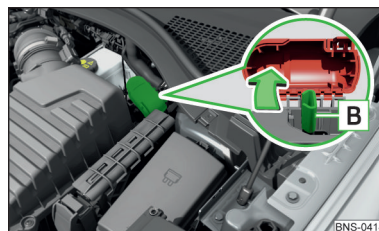

Fig. 347 Polo positivo en vehículos con la batería del vehículo en el maletero
El polo positivo **B** se encuentra debajo de una cubierta en el área del motor » fig. 347.
- Sujete la pinza del polo positivo del cable de ayuda de arranque en la posición **B** » fig. 347.